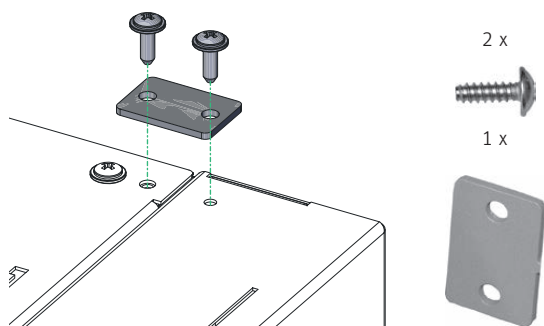

Fig. 68 Avvitare la parete laterale in alto e la piastrina di fissaggio con 2 viti autofilettanti
- ▶ Avvitare la parete laterale destra in alto e la piastrina di fissaggio con 2 viti autofilettanti – Fig. 68.